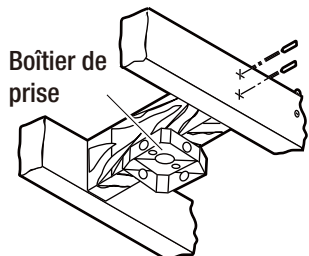

Figure 1
- Attacher le boîtier de prise directement sur la structure du bâtiment. Utiliser des attaches et des matériaux de construction appropriés. Le boîtier de prise et son support doivent être capables de supporter entièrement le poids dynamique du ventilateur (au moins 15.9 kg - 35 livres). Ne pas utiliser de boîtier de prise en plastique. Les figures 1 et 2 montrent des exemples de méthode de montage du boîtier de prise.